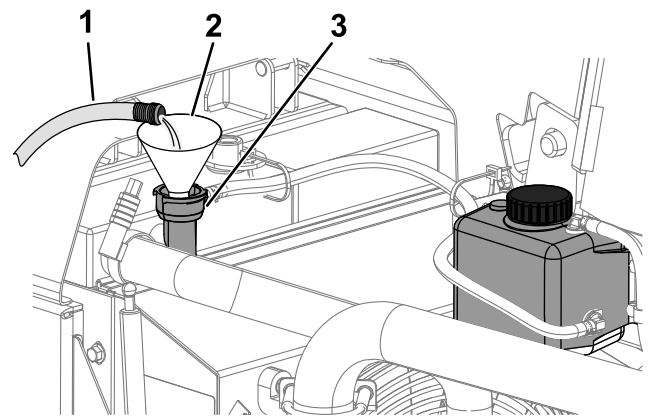

Bild 108
- B. Füllen Sie den Kühler mit sauberem Wasser (Bild 108).